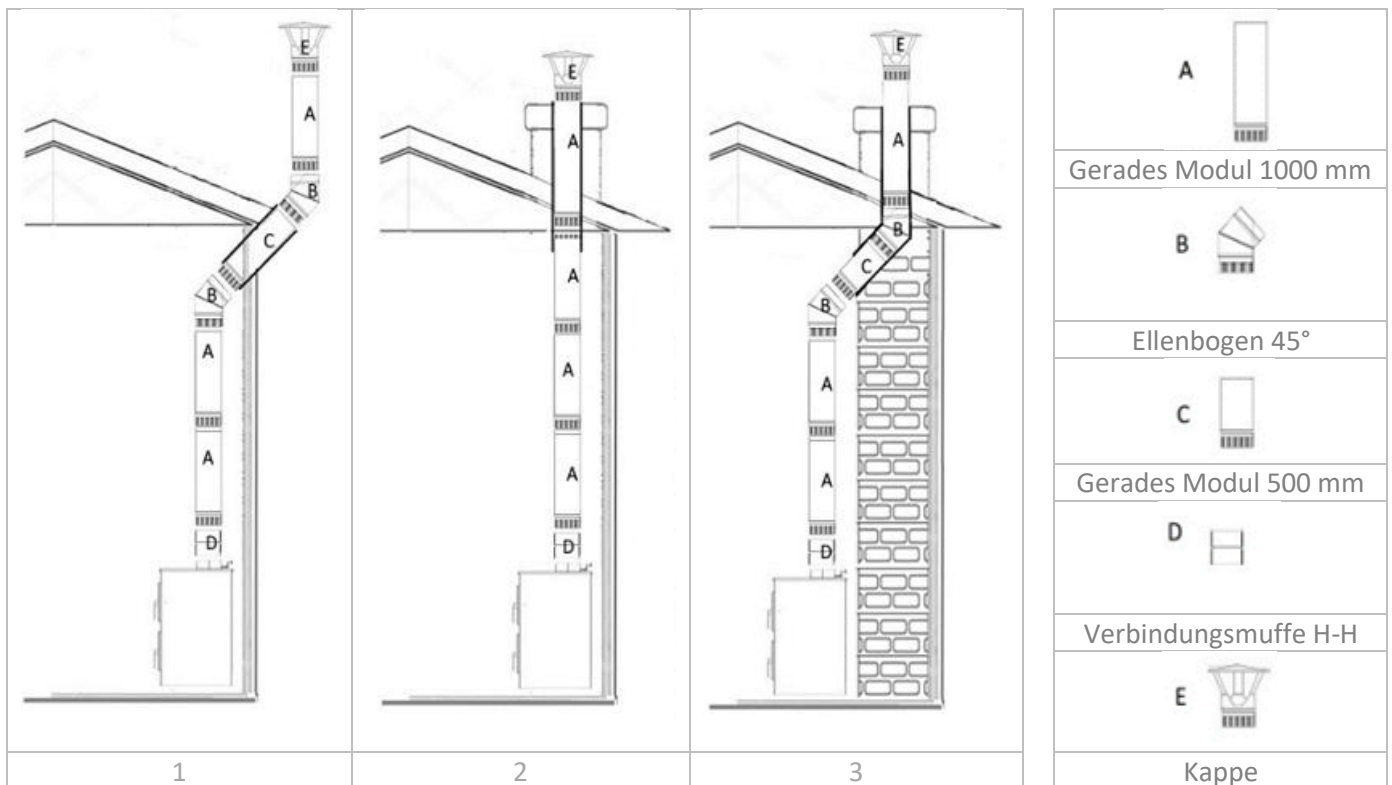

Abbildung 2
3. **VERTIKALER ABSCHNITT (A).** Die Gesamtlänge des vertikalen Rohrs, das für den natürlichen Zug (Abgasunterdruck) bis zum Dach benötigt wird, kann je nach Installation und abhängig von verschiedenen Faktoren variieren, liegt aber im Allgemeinen zwischen ca. 4 und 6 m. Eine optimale Leistung wird jedoch bei einem Mindestvakuum von ca. ± 15 Pa (Pascal) gewährleistet.
4. **BEUGEN (B).** Sind Bögen erforderlich (siehe Zeichnungen 1 und 2 in Abbildung 2), werden die Kanäle über Bögen verbunden. Diese dürfen bis zu 45° betragen und dürfen nicht verengt werden. Folgendes ist zusätzlich zu beachten:
5. **HORIZONTALER ABSCHNITT (C).** Der Anschlusskanal bzw. der horizontale Abschnitt des Schornsteins muss mit der geringstmöglichen Länge und möglichst ohne Richtungs- und Querschnittsänderungen ausgeführt werden. Dabei ist Folgendes zu berücksichtigen:
6. **VERBINDUNGSMUFFE (D).** Für den korrekten Anschluss des vertikalen Kanals an den Rauchabzugskragen m (männlich) des Herdes ist eine Muffe h/h (weiblich/weiblich) erforderlich, so dass das Ende m (männliches Ende des vertikalen Kanals nach unten zeigt).
7. **Schornsteinabdeckung (E).** Für eine ordnungsgemäße Rauchableitung und zur Vermeidung von Windeinflüssen sind bestimmte Mindestabstände zur Schornsteinkappe erforderlich. Siehe folgende Abbildung: